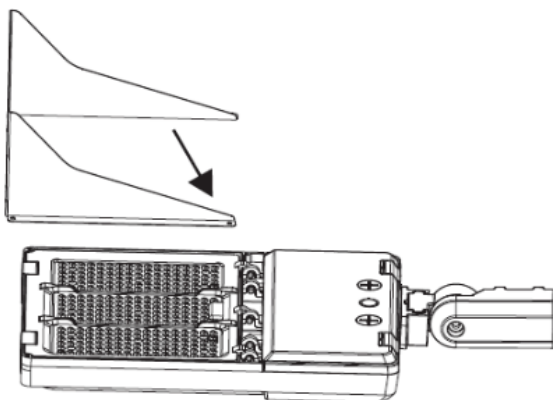

Fig. 13
1. Aligner la visière avec la face du luminaire. Notez que la visière ne peut pas être installée sur les côtés. Elle peut uniquement être installée à l'avant, à l'arrière, ou à l'avant et à l'arrière (Fig. 13 et 14).